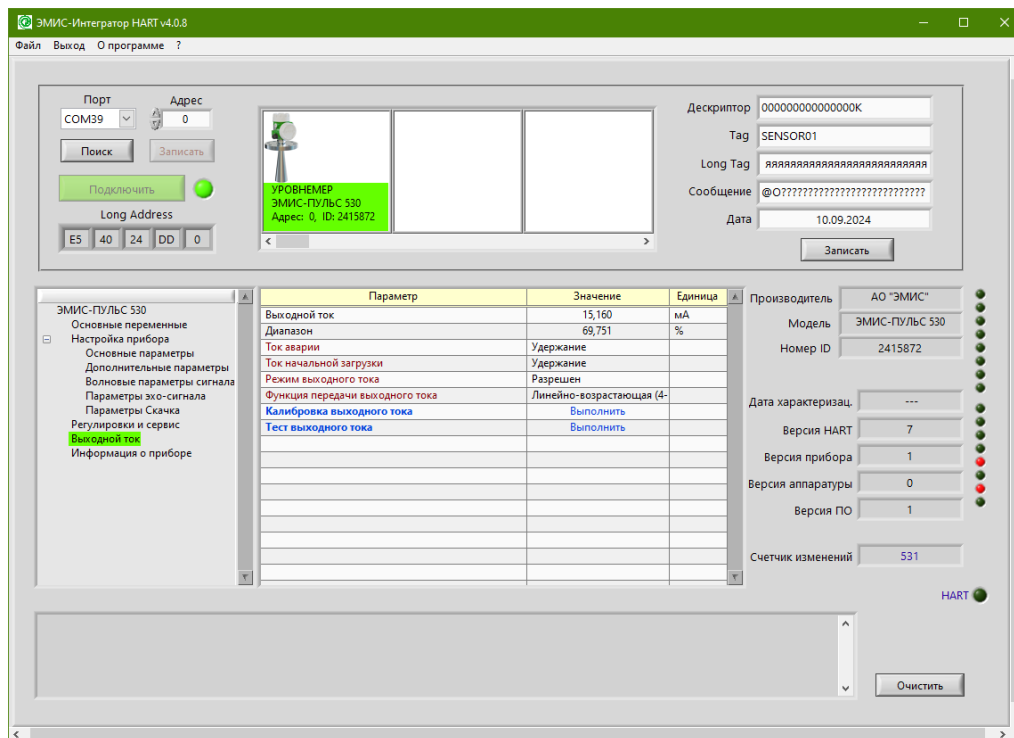

Рисунок 2.15 – Пункт “Выходной ток”
4. Выходной ток (рисунок 2.15).